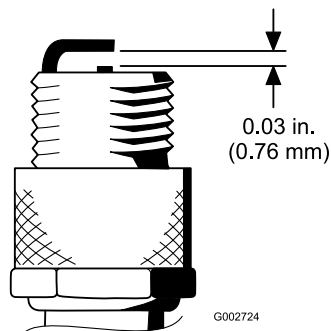

図 27
4. エアギャップを 0.76 mm に調整する(図 27)を参照。正しく調整された点火プラグをガスケットシールと共にエンジンに取り付け、23N·m 2.3kg·m = 200in·lbにトルク締めする。トルクレンチがない場合は十分に締め付ける。